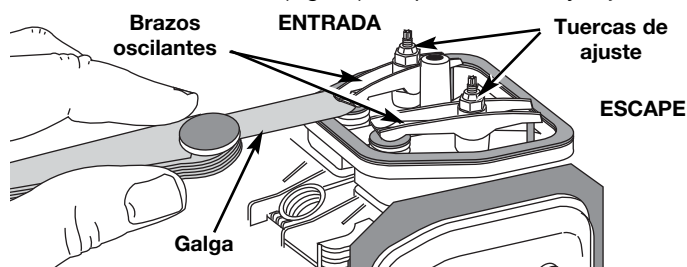

Fig. 36
- El pistón se encuentre en la parte superior de su recorrido. Mire el agujero de la bujía para ver el pistón (Fig. 36).
7. Deslice el calibrador de hoja entre el balancín y la parte superior de cada uno de los vástagos de las válvulas. Mida el hueco entre el vástago de la válvula y el brazo oscilante (Fig. 36 & 37). Realice esto en las válvulas de entrada y de escape. El hueco recomendado para las válvulas de entrada y de escape es 0,076 – 0,152 mm (0,003 – 0,006 pulgadas). Use un calibrador regular de automóvil de 0,127 mm (0,005 pulgadas). El calibrador debe deslizarse entre el balancín y el vástago de la válvula con una ligera cantidad de resistencia, sin doblarse (Fig. 36 y 37).